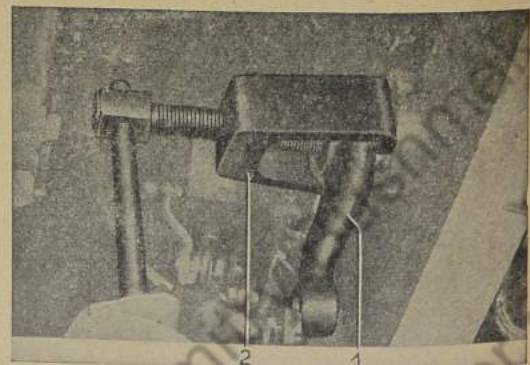

Bild 588: Lenkstockhebel abziehen
6. Mit Abzieher Nr. 1504 Lenkstockhebel abziehen (Bild 588).